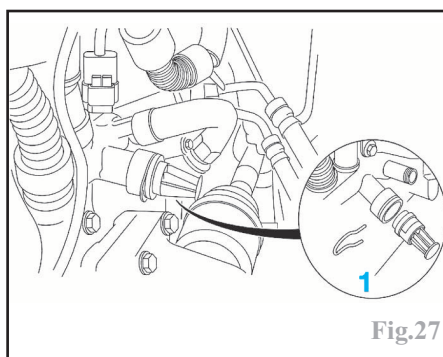

Fig.27
Vidanger le bloc moteur en retirant le bouchon (1) (Fig.27). Après l'écoulement complet du liquide, rincer abondamment à l'eau le circuit de refroidissement, en le remplissant par le vase d'expansion.